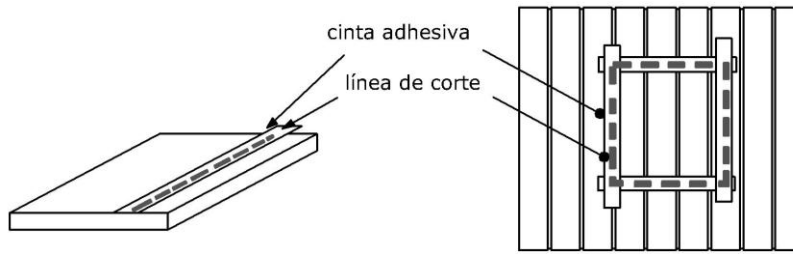

Fig. 30
- Trazar sobre la cinta con marcador la línea guía donde se va a ejecutar el corte. (Fig. 30)